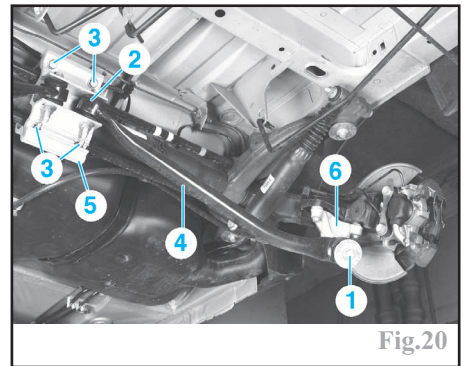

Fig.20
- la fixation (1) (Fig.20) du tirant sur la potence.
- la fixation (2) du tirant sur la chape d'articulation.
- le tirant (4).
- les fixations (3) (Fig.20) de la chape d'articulation.
- la chape d'articulation (5).
- serrer les fixations (3) (Fig.20) de la chape sur l'essieu.